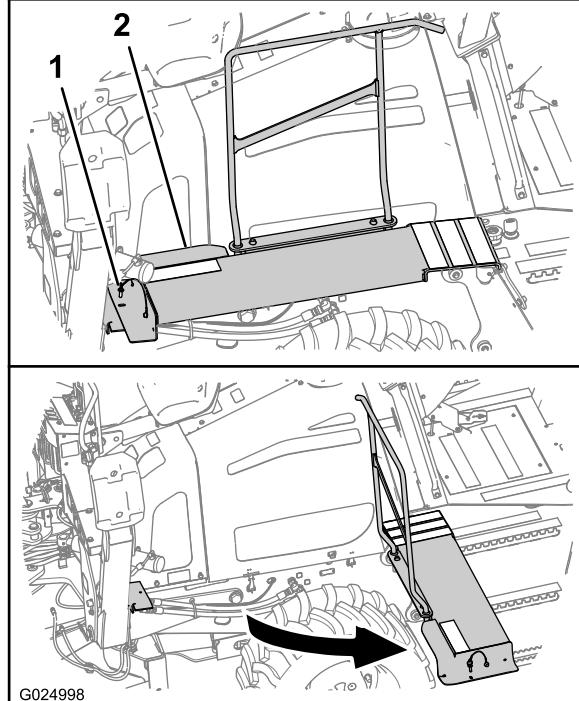

Figure 59
- A. Sur le côté gauche de la machine, enlevez la goupille de retenue à l'avant du marchepied (Figure 59).
- B. Faites pivoter le marchepied pour l'écartez de la machine, comme montré à la Figure 59.
- Faites pivoter la partie avant du marchepied à sa position d'origine (Figure 59).
- Placez le trou du marchepied en face du trou de son support (Figure 59).